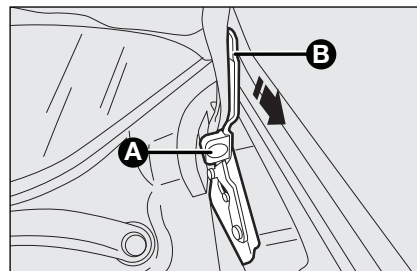

fig. 96
- ☐ houd de motorkap met een hand omhoog, trek met de andere het mechanisme **A-fig. 96** naar u toe en laat de stang **B** zakken;